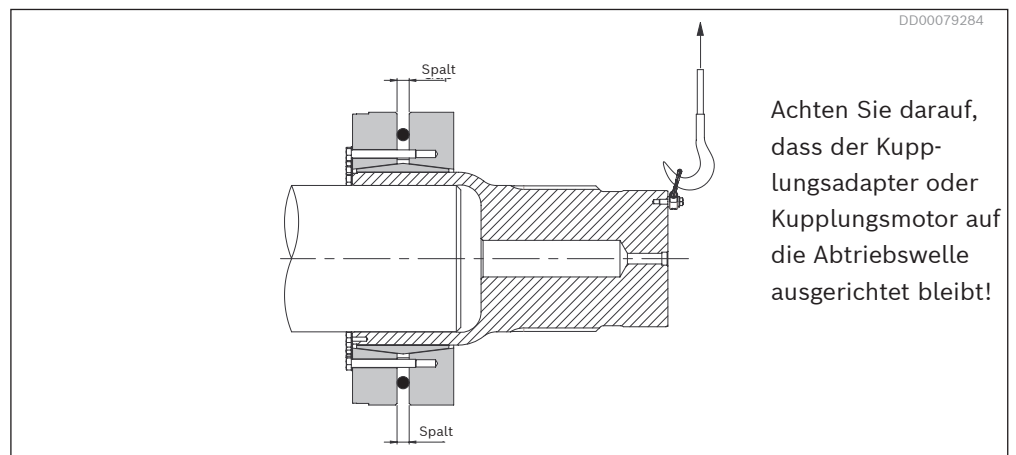

Bild 38: Spalt zwischen den Klemmringen
2. Damit beim Anziehen der Schrauben eine Fehlausrichtung der beiden Klemmringe vermieden wird, muss der Spalt zwischen den Ringen während des Vorganges an mehreren Stellen gemessen werden, siehe *Bild 38*. Die Differenz zwischen den gemessenen Spalten darf in keiner Phase des Anziehvorgangs um mehr als 1 mm (0,04") abweichen.